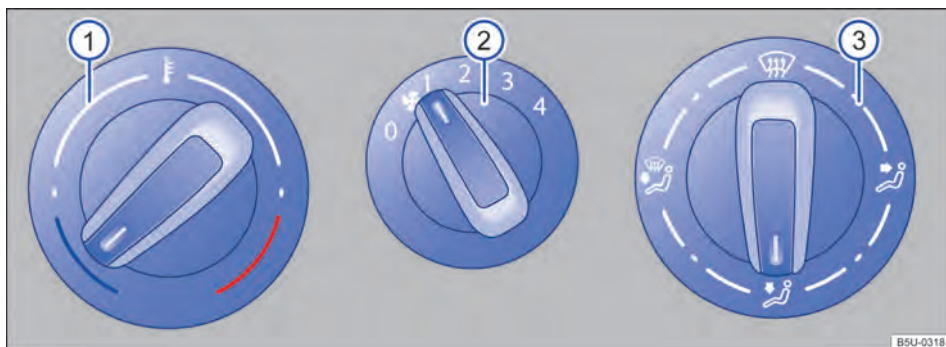

Fig. 75 Comandos do sistema de ventilação e aquecimento.
- *Sistema de ventilação e aquecimento*: girar o regulador do ventilador para o nível 0 → Fig. 75 ②.
- *Sistema de ventilação e aquecimento*: girar o regulador rotativo esquerdo → Fig. 75 ① para regular a respectiva temperatura.
- *Sistema de ventilação e aquecimento*: girar o regulador do ventilador → Fig. 75 ②.
- *Sistema de ventilação e aquecimento*: girar o regulador da direita → Fig. 75 ③ para posição desejada.
- Em veículos com sistema de aquecimento, girar o botão da temperatura → Fig. 75 ① totalmente para a direita, para a posição máxima de aquecimento.
- Girar o botão de distribuição de ar ③ para a posição .
- Girar o botão do ventilador ② para o nível 3 ou 4.